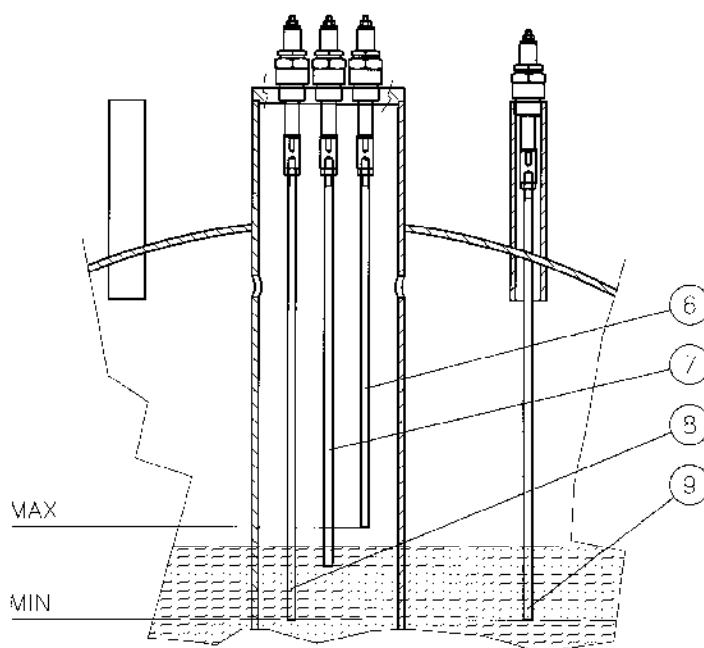

Рис. 7
2.2.2 Автоматический регулятор уровня (Рис. 7)